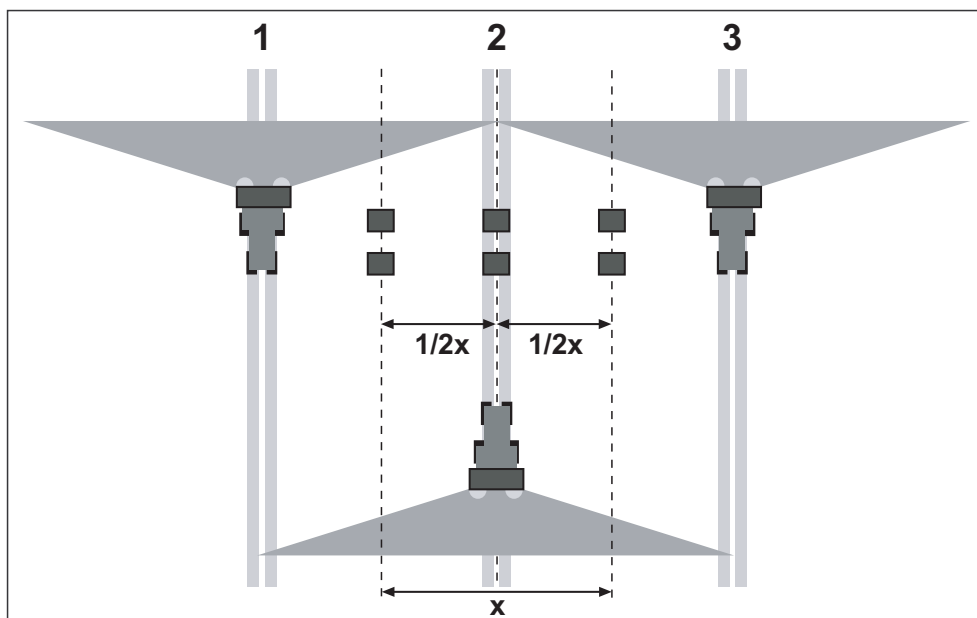

Bild 7.24: Uppställning för tre passeringar
- Placera två uppsamlingssskålar på ett avstånd av **1 m** efter varandra i överlappningszonerna och i den inre körbanan (enligt Bild 7.24).